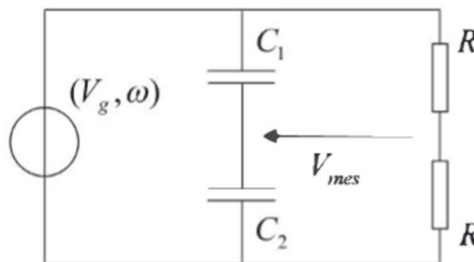

Figure 2.2- Montage du capteur
3. Les deux condensateurs sont montés dans un circuit en pont selon le schéma de la figure 2.2. Exprimer la tension différentielle de mesure V_{mes} mes en fonction de x , l , ϵ_r et V_g .